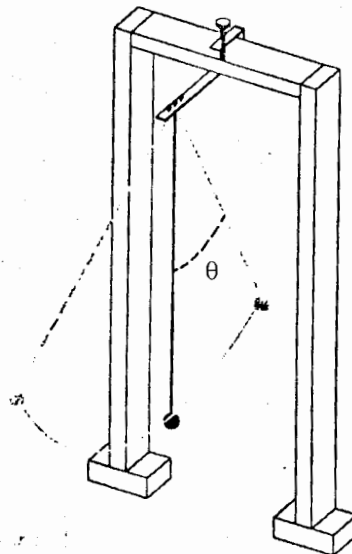

Figura 1
- I.5 Desplace el péndulo fuera de su posición de equilibrio, de tal manera que presente con respecto a esta, un ángulo arbitrario (ver figura 1).